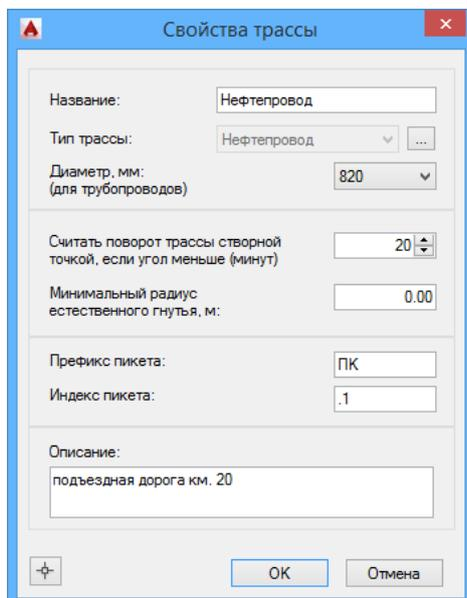

Рис. 45 В диалоговом окне *Свойства трассы* нужно задать параметры создаваемой трассы
6. В диалоговом окне *Свойства трассы* ввести имя и параметры создаваемой трассы (см. рис. 45).